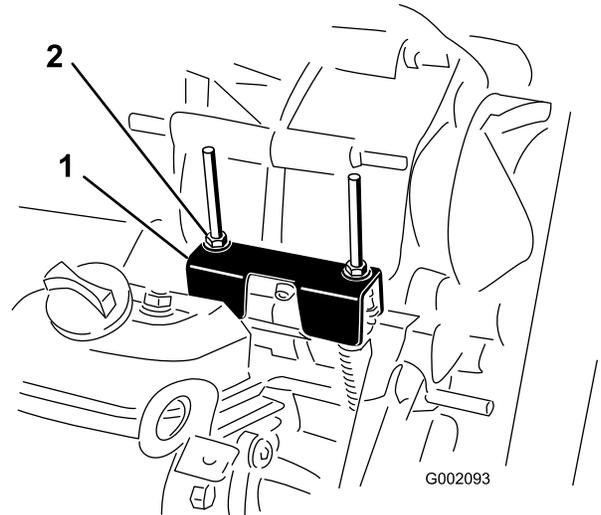

Figura 64
Para realizar operaciones de mantenimiento de rutina y/o diagnósticos del motor, debe ponerse el transeje en PUNTO MUERTO (Figura 64). El selector de marchas de la máquina dispone de una posición de PUNTO MUERTO, que controla el punto muerto del transeje. Deben tomarse las siguientes medidas para asegurarse de que la palanca de cambios acciona correctamente el punto muerto del transeje:
2. Asegúrese de que la pletina de punto muerto está en posición de PUNTO MUERTO (nivelada respecto al soporte de montaje del cable situado debajo del soporte del cambio de marchas) girando el embrague arrastrado (Figura 64).
3. Gire una de las contratuercas (Figura 64) para obtener un espacio de 0,76–1,52 mm entre la parte inferior de la tuerca/arandela y la pletina de punto muerto.